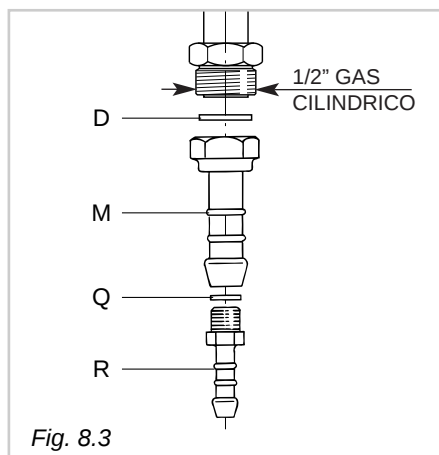
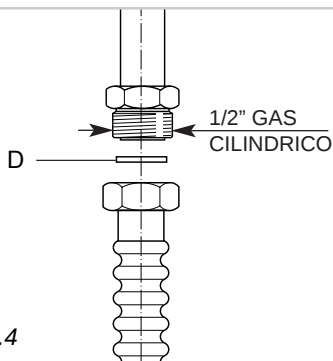

Fig. 8.3
Fig. 8.4
Il gruppo di raccordo (fig. 8.3) si compone di:
- Montare il raccordo portagomma “M” interponendo la guarnizione di tenuta “D” (fig. 8.3).
- Montare sul portagomma “M” la riduzione “R” con interposta la guarnizione “Q” (fig. 8.3).
Per effettuare il collegamento gas è necessario togliere il portagomma "M" (fig. 8.3) ed avvitare direttamente sulla rampa il terminale del tubo metallico interponendo la guarnizione "D" (fig. 8.4).
Le guarnizioni "D" e "Q" (fig. 8.3, 8.4) sono gli elementi che garantiscono la tenuta della connessione raccordo-rampa. Si consiglia di sostituirle quando dovessero presentare anche la minima deformazione o imperfezione.